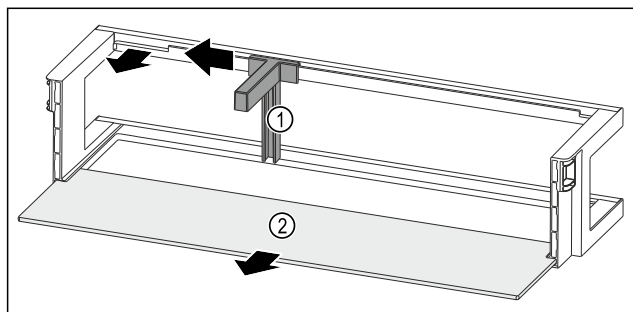

Fig. 133 Balconcino controporta con portabottiglie e ripiano
- Spingere il portabottiglie Fig. 133 (1) lateralmente fino all'incavo.
- Rimuovere il portabottiglie Fig. 133 (1).
- Rimuovere il ripiano Fig. 133 (2).